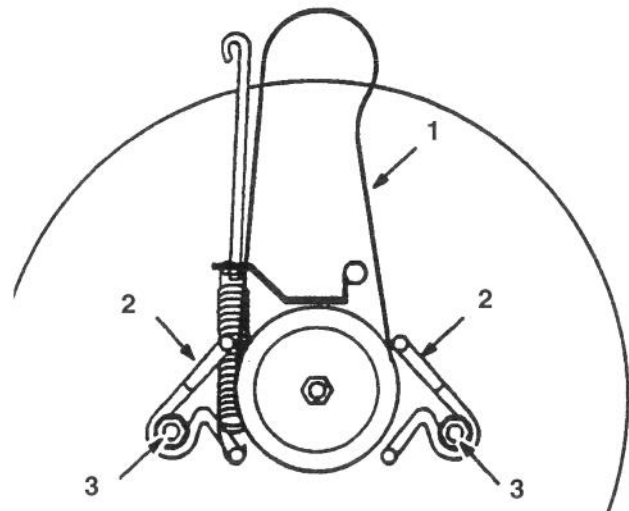

Figure 47
2. Desserrer les boulons de montage des guides de courroie et déposer les guides de la poulie (Fig. 47).
3. Desserrer, sans les déposer, le boulon et l'écrou retenant la poulie de renvoi et le guide de la courroie (Fig. 47).
1. Monter la courroie neuve autour de la poulie de la lame et dans les deux guides de courroie (Fig. 47).
2. Régler les guides de courroie à 3 mm environ de la poulie et serrer les boulons de montage (Fig. 47).